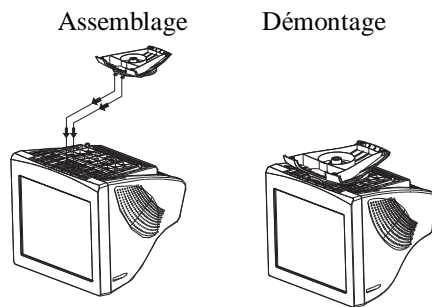

Figura 1 Instalando y Quitando la Base Giratoria
- Vuelva cuidadosamente el monitor sobre su lado o al revés. (véa figura 1).